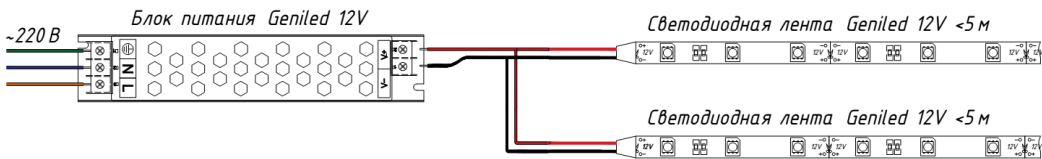
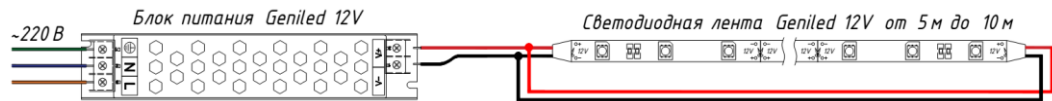

Рисунок 5.
Рисунок 6 – Варианты подключения на примере ленты 12В.
- 5.6. Если необходимо подключить более 5 метров ленты, то необходимо выполнить параллельное подключение дополнительной ленты к блоку питания (см. рисунок 5). Либо подключите ленту с двух сторон к блоку питания («кольцевание») (см. Рисунок 6).